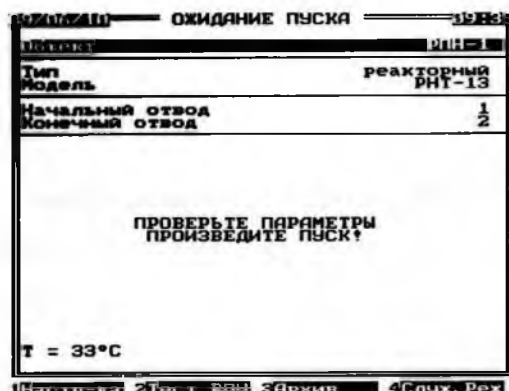
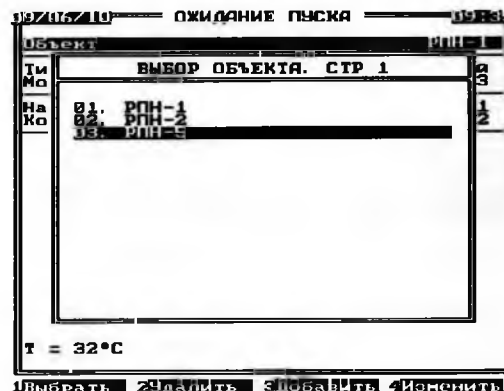
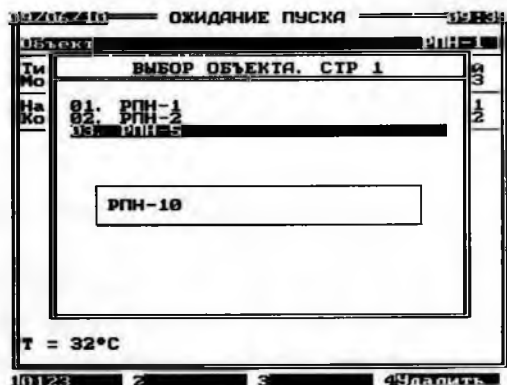

Рис.10.10.Исходное окно режима ОЖИДАНИЕ ПУСКА
Рис.10.11.Окно списка объектов
Рис.10.12. Окно создания названия объекта
Включить прибор переключателем «Сеть». При этом включится подсветка дисплея прибора, а прибор после самоконтроля перейдет в режим ОЖИДАНИЕ ПУСКА. На дисплей прибора будут выведены надписи, сохранившиеся с предыдущего испытания либо после работы с прибором в офисе (рис.10.10).
Если в исходном окне (рис.10.10) указанные названия не соответствуют испытываемому устройству, то их можно взять из списка, хранящегося в памяти прибора, либо создать новые.
10.4.1. Для смены названия объекта на другое из имеющегося списка кнопками ↑, ↓ выделить строку **Объект** (рис.10.10) и нажать кнопку ВВОД. В появившемся на дисплее окне со списком кнопками ↑, ↓ выделить нужное название (рис. 10.11) и нажать кнопку ВВОД. Выделенное название объекта сменит прежнее.
10.4.2. Если данный объект ранее не испытывался прибором, то его название нужно создать. С этой целью в том же окне (рис.10.11) нажать кнопку **F3** (функция – Добавить). А затем в появившийся прямоугольник вписать новое название (рис. 10.12) нажатием следующих кнопок:
10.4.4. В строке **Тип** (рис.10.10) задать тип устройства РПН – реакторный (если там указан резисторный тип). Для этого кнопками ↑, ↓ выделить строку **Тип**, а затем нажатием кнопок ← или → сменить тип.